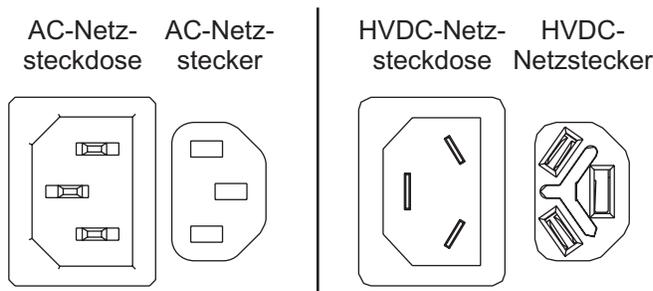
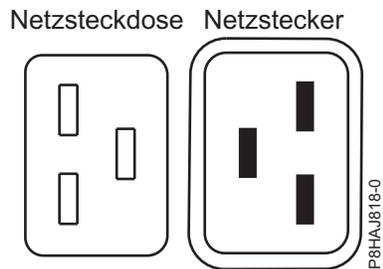
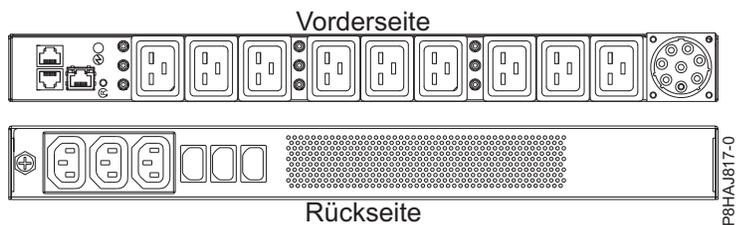

Abbildung 105. AC- und HVDC-Anschlüsse
Abbildung 106. Anschlüsse beim System vom Typ 8408-44E
Abbildung 107. PDU beim System vom Typ 8408-44E
2. Schließen Sie die Netzkabel (A) wieder an die Systemeinheit an. Siehe Abbildung Abb. 108 auf Seite 131, Abb. 109 auf Seite 132 oder Abb. 110 auf Seite 132 (abhängig von Ihrem Systemtyp). In Abb. 105 werden die unterstützten Anschlüsse für den Wechselstrom (Alternate Current, AC) und den Hochspannungsdirektstrom (High Voltage Direct Current, HVDC) dargestellt. In Abb. 106 auf Seite 131 und Abb. 107 auf Seite 131 werden die unterstützten Anschlüsse und die unterstützte Stromversorgungseinheit (Power Distribution Unit, PDU) für das System vom Typ 8408-44E dargestellt.